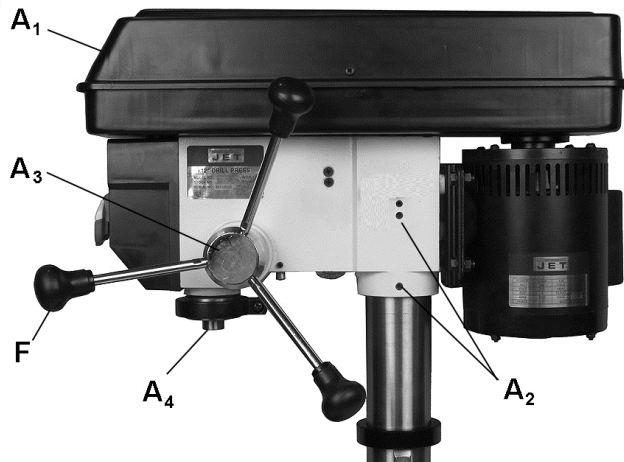

Рис. 7
Установите оставшуюся рукоятку (F, рис. 7) на устройство регулировки скорости на противоположной стороне бабки.
1. Установите стол на расстоянии примерно 180 мм от шпиндельной бабки (A4, рис. 7) и зафиксируйте его положение.